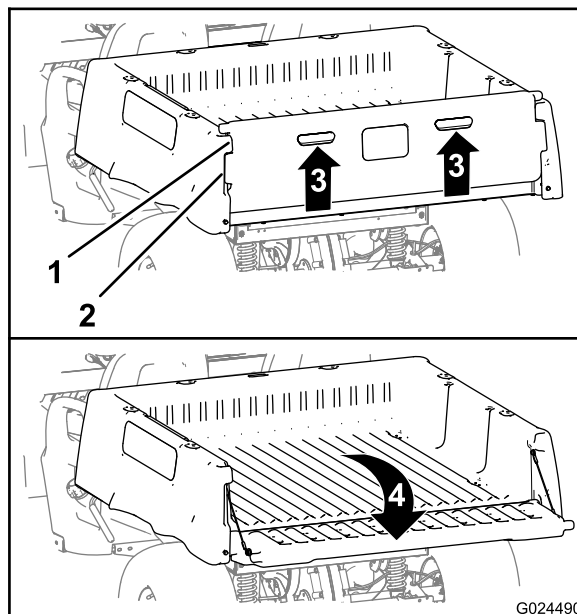

Рисунок 16
- Поднимите захваты на задней панели откидного борта (Рисунок 16).
6. Поверните откидной борт вверх и вперед так, чтобы фиксирующие фланцы откидного борта были заподлицо с его гнездом в грузовом кузове (**Рисунок 16**).
7. Опустите откидной борт до его посадки в задней части грузового кузова (**Рисунок 16**).